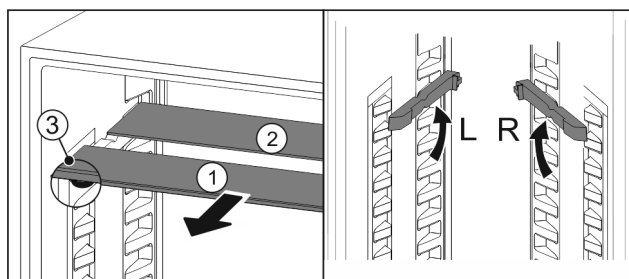

Fig. 102
- Skleněné desky jednotlivě vytáhněte dopředu Fig. 102 (1).
- Skleněná deska Fig. 102 (1) s ozdobnou lištou leží vpředu.
- Zarážky Fig. 102 (3) směřují dolů.